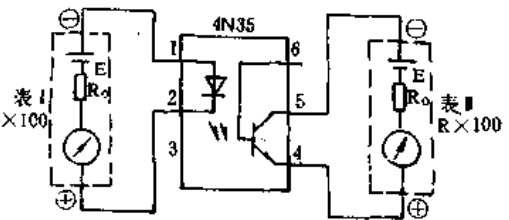

图 39-2
测试电路如图 39-2 所示。图中的表 I、表 II 分别表示两块万用表, 二者型号可以相同, 也可以不相同, 但均置于  $R \times 100$  档。先不接入表 I, 只接表 II。表 II 的黑表笔接⑤脚, 红表笔接④脚, 电阻读数应为无穷大。由于接收管呈截止状态, 因此电阻档读数实际反映出接收管的穿透电流  $I_{CEO}=0$ 。